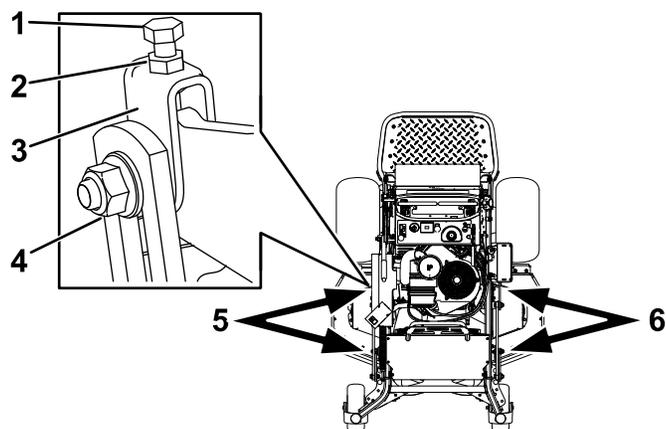

図 94
1. 調整したいデッキのヨークのサイドナットとジャムナットをゆるめる **図 94**。
2. ヨーク上部にあるボルトを回して刈り込みデッキの高さを調整する **図 94**。